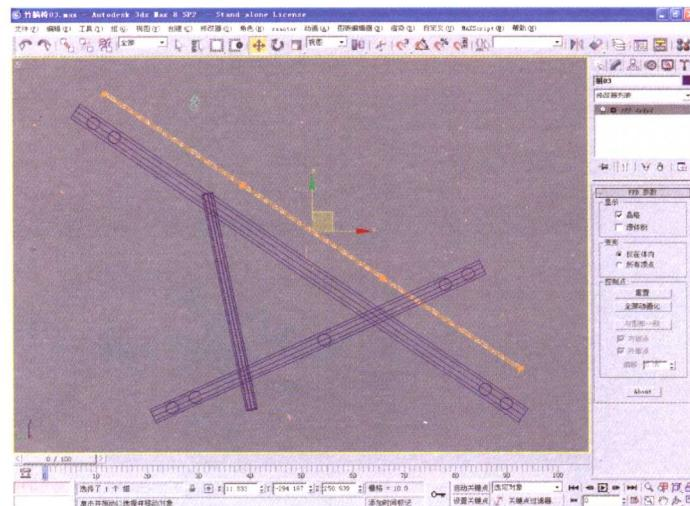

图 1-19 给对象赋予 FFD 编辑修改器
(18) 观察一下最终效果图，可以发现竹躺椅的靠背是弯曲的，而现在的竹条对象是平板状的，有没有一个快捷的方法使它变弯呢？答案是肯定的，使用 FFD 编辑修改器就能轻松做到。选取“组 03”对象，在【修改】面板的【修改器列表】中单击 FFD4 × 4 × 4 选项。在视图上右击，在弹出菜单中单击【全部取消隐藏】选项，将隐藏起来的支架部分显示出来。激活左视图，使用旋转工具将“组 03”旋转到与支架大致平行的位置，结果如图 1-19 所示。